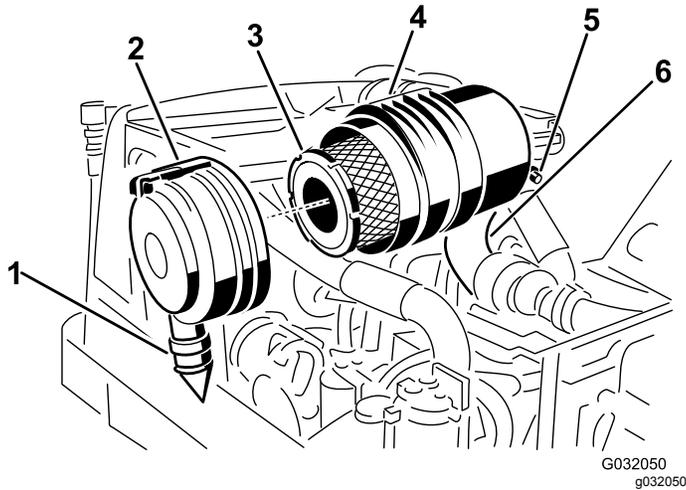

Bild 45
2. Entfernen Sie den Hauptfilter (Bild 45).
zwischen 17.00 Uhr und 19.00 Uhr (vom Ende her gesehen), und arretieren Sie den Riegel. Bild 45
3. Wechseln Sie den Hauptfilter aus (Bild 45).